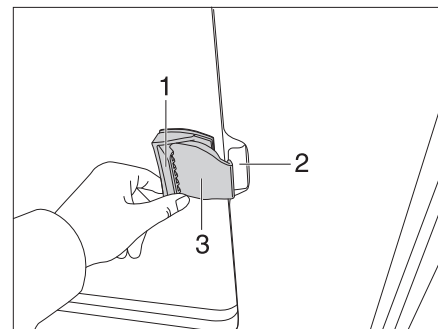

Fig. 52 Fenêtre coulissante sans verrouillage
- Tirer sur le clapet de la poignée (Fig. 52,1) et pousser ou tirer simultanément la poignée vers l'avant.